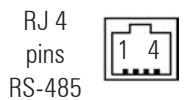

Fig. 24. Connecteur RJ pour RS-485 dans carte BM491\*.
- L'autre optionnel avec le port de communication RS-485 additionnel au premier et fourni à travers le connecteur RJ4 à 4 broches **(9a)** (Cf. figure 24).
Le concentrateur dispose de plus d'un autre port, un RS-485 par connecteur RJ4 à 4 broches (Cf. figure 24).